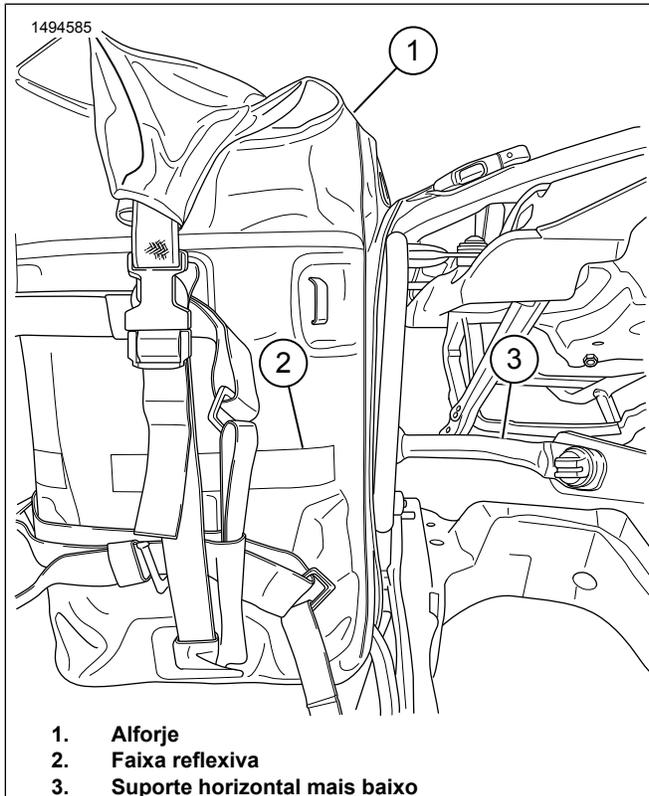

Figura 4. Instale o alforje
5. Figura 4 Alinhe a faixa reflexiva (2) no alforje com o suporte horizontal inferior (3). Ajuste as correias, conforme necessário.